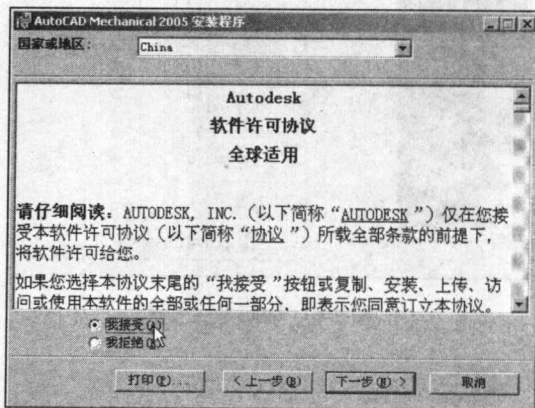

图 1-3 软件许可协议窗口
(3) 系统会弹出软件许可协议窗口, 如图 1-3 所示。如果同意协议书中的内容, 则选中“我接受”单选按钮, 然后单击“下一步”按钮, 将弹出要求输入序列号的窗口。如果不同意协议中的内容, 将不能安装该软件。